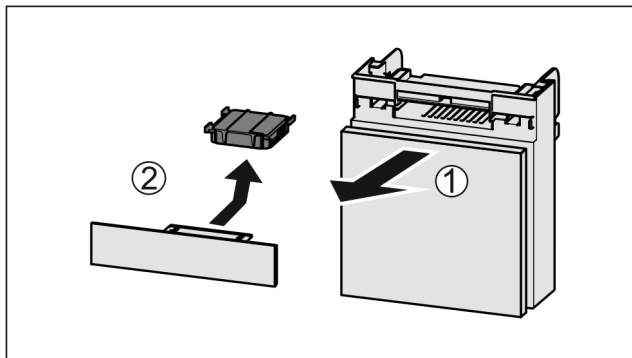

Fig. 90
- ▶ Pretinac izvucite Fig. 90 (1) prema naprijed.
- ▶ Izvadite filter s aktivnim ugljenom Fig. 90 (2).